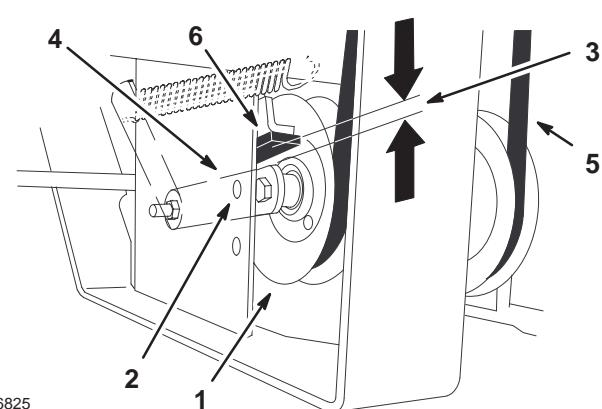

Figure 77
- Contrôlez la distance entre la butée en caoutchouc et le bras de la poulie de tension à ressort quand la plaque de la poulie est tendue. On doit obtenir une distance de 0 à 6 mm (0 à 1/4 pouce) à partir de la butée (Fig. 77).